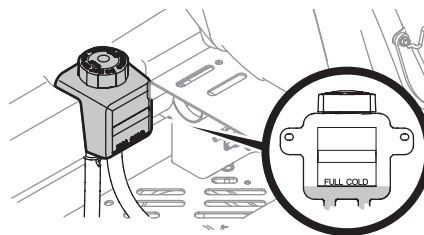

Fig. 40
1. Pivotez le siège du conducteur vers l'avant et nettoyez le bouchon du réservoir et la zone autour du bouchon pour éviter que des débris ne contaminent l'huile de transmission (Fig. 40).
2. Tournez le bouchon du réservoir dans le sens antihoraire pour le retirer, puis vérifiez le niveau d'huile dans le réservoir. L'huile doit être visible au fond de la coupelle, mais le niveau d'huile ne doit PAS être supérieur à la ligne « FULL COLD » (Fig. 40). NE REMPLISSEZ PAS LE RÉSERVOIR.